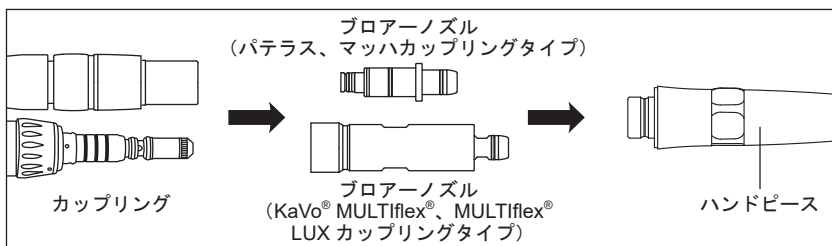

図 15
- 4) 付属のプロアーノズルをカップリングジョイントに取り付け、ハンドピースの後部へプロアーノズルを接続しエアのみで空運転します (図 15)。これによりハンドピース内に残留したパウダーが排出されます。